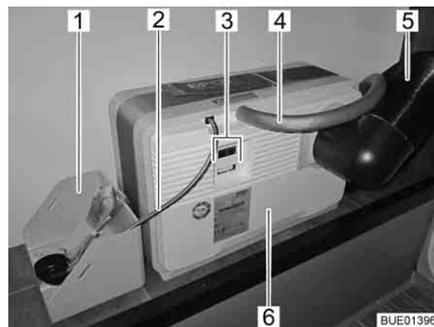
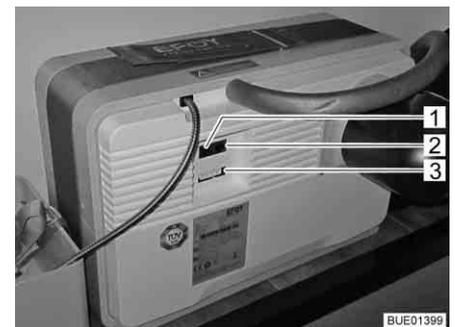

Fig. 134 Gerador 12 V com cartucho de combustível
Fig. 135 Área de ligação do gerador 12 V
O gerador 12 V é constituído por vários componentes, montados na mala traseira (Fig. 134), assim como da unidade de comando (Fig. 136) na área habitacional.
No gerador 12 V (Fig. 134,6) encontram-se:
- A ligação para o tubo para a evacuação do ar (Fig. 134,4) ou o bocal de enchimento para o fluido de serviço
- O tubo do calor perdido (Fig. 134,5)
- As ligações elétricas (Fig. 134,3) com interface de dados (Fig. 135,2), ligação para os aparelhos (Fig. 135,3) e a ligação para o painel de comando (Fig. 135,1)
Faz parte do gerador 12 V um cartucho de combustível que está ligado através da ligação do reservatório (Fig. 134,2) com o gerador 12 V (Fig. 134,6).
O cartucho de combustível está fixamente amarrado no suporte próprio para o cartucho (Fig. 134,1).